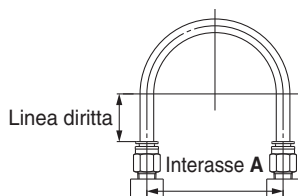

Fig. 1 Connessione raccomandata
1. Per il collegamento della tubazione sul raccordo istantaneo, usare una lunghezza di tubo con un margine sufficiente in accordo con le condizioni di connessione mostrate nella Fig. 1.